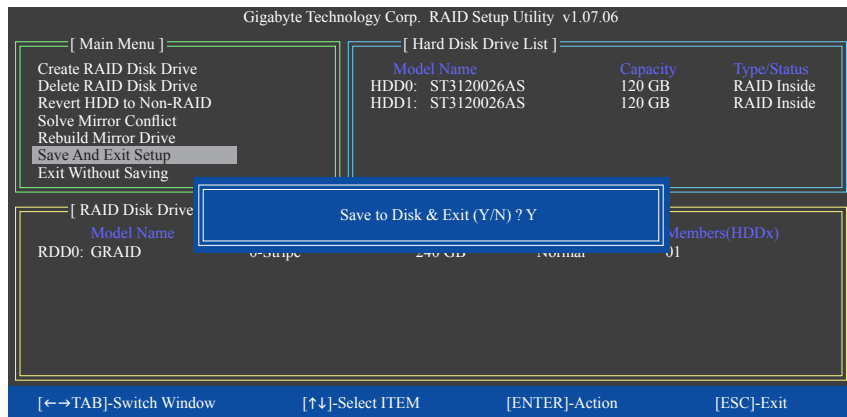

図 10
7. **Save and Exit Setup:** RAIDアレイを構成した後、メイン画面で **Save And Exit Setup** 項目を選択し、設定を保存してからRAID BIOSユーティリティを終了し、<Y>を押します (図 10)。